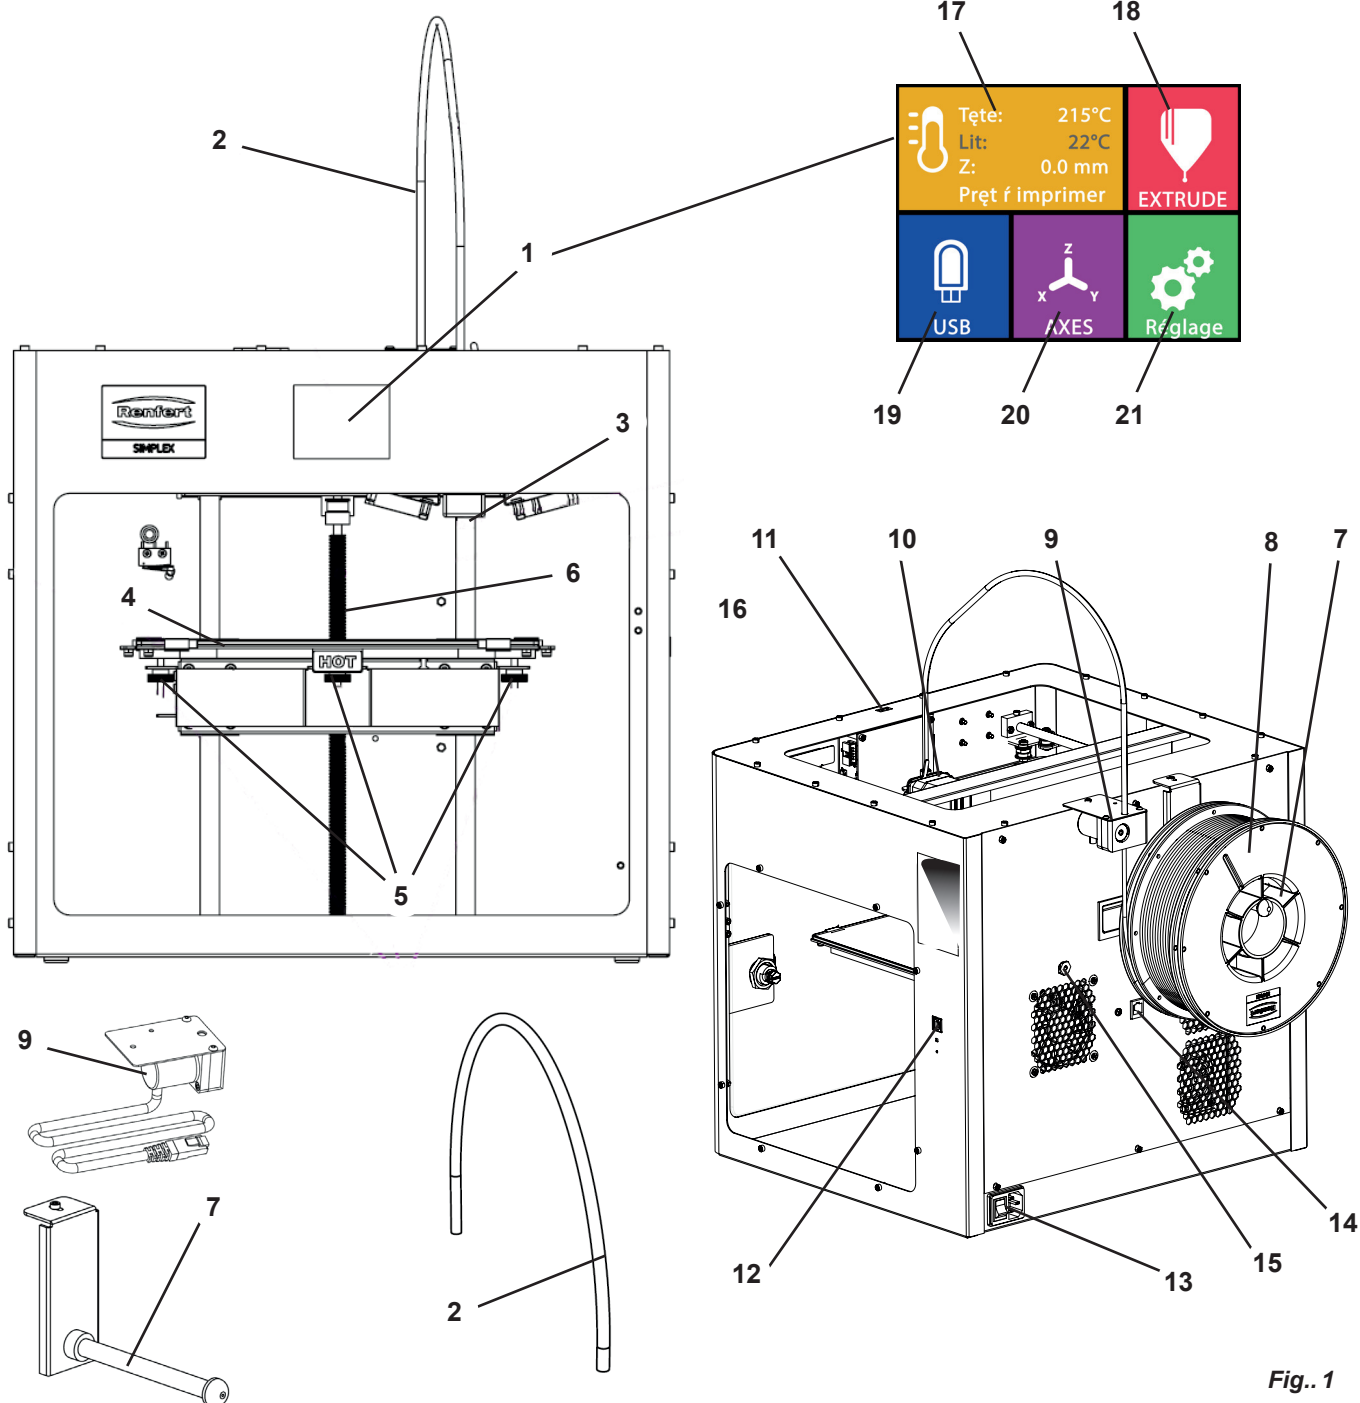

Fig.. 1
- ⇒ Mettez l'appareil en marche au moyen de l'interrupteur Marche/Arrêt (13, Fig. 1) à l'arrière de l'appareil.